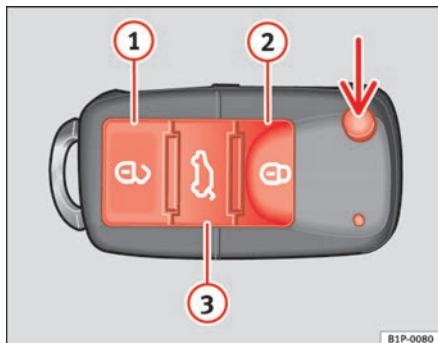

Abb. 63 Tastenbelegung
Mit der Taste $\Rightarrow$ Abb. 63 (Pfeil) der Fernbedienung wird der Schlüsselbart ausgeklappt.
Fahrzeug entriegeln $\Rightarrow$ Abb. 63 ①.
Fahrzeug verriegeln $\Rightarrow$ Abb. 63 ②.
Heckklappe entriegeln. Drücken Sie die Taste $\Rightarrow$ Abb. 63 ③, bis alle Blinkleuchten am Fahrzeug kurz aufleuchten. Nach Drücken der Entriegelungstaste $\Rightarrow$ ③ können Sie die Heckklappe innerhalb von 2 Minuten öffnen. Nach Ablauf dieser Zeit wird die Heckklappe wieder verriegelt.
Zudem blinkt die Batterie-Kontrollleuchte des Schlüssels $\Rightarrow$ Abb. 63 auf.
Bei einmaligem Drücken der Taste $\Rightarrow$ Abb. 63 ①, wird nur die Fahrertür geöffnet. Alle anderen Türen bleiben verriegelt.
Bei zweimaligem Drücken der Taste  ⇒ Seite 103, Abb. 63  werden alle Türen entriegelt.
- Betätigen Sie die Taste  ⇒ Seite 103, Abb. 63 an der Funk-Fernbedienung.